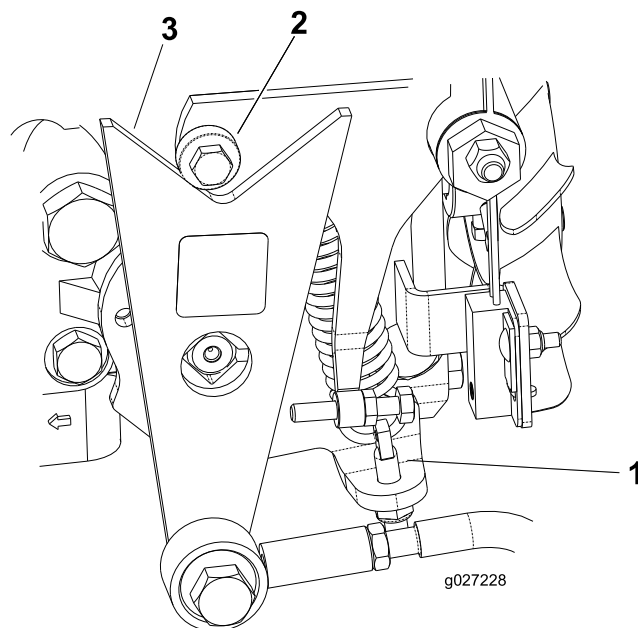

Bild 43
- Wenn sich die Räder in der richtigen Richtung bewegen, stellen Sie den Motor ab und stellen die Sicherungsmutter des Federeinstellstifts ein (Bild 43). Stellen Sie die Neutral-Stellung des Getriebes ein, siehe Einstellen der Leerlaufstellung für den Fahrtrieb (Seite 32).